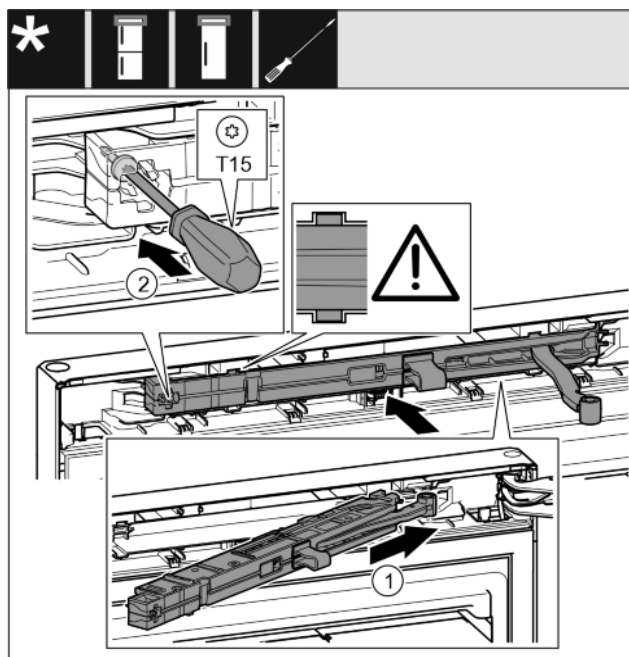

*Fig. 37*
- ▶ Girar la articulación en la suspensión. *Fig. 37 (1)*
- ▶ Introducir los pernos con un destornillador T15 en la suspensión y la articulación. Asegurarse de que el saliente de retención descansa correctamente en la ranura. *Fig. 37 (2)*
- ▶ Desplazar la cubierta del soporte de apoyo a lo largo de la articulación y montarla sobre la suspensión. *Fig. 37 (3)*
- ▶ Retirar el seguro. *Fig. 37 (4)*
- ▶ Colocar el panel del lado del tirador y girarlo hacia dentro. *Fig. 37 (5)*